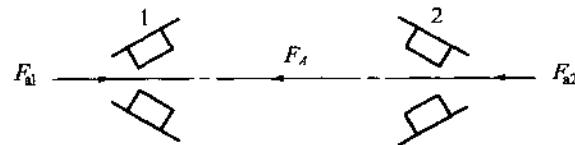

图 13
22. 圆锥齿轮减速器主动轴如图 13 所示，有一对 3208 轴承支承，轴上的轴向力 $F_A = 210\text{N}$ ；两轴承的径向支反力为 $F_{a1} = 1373\text{N}$, $F_{a2} = 3059\text{N}$, 接触角 $\alpha = 14^\circ 01' 10''$, 试计算轴承的当量动载荷。